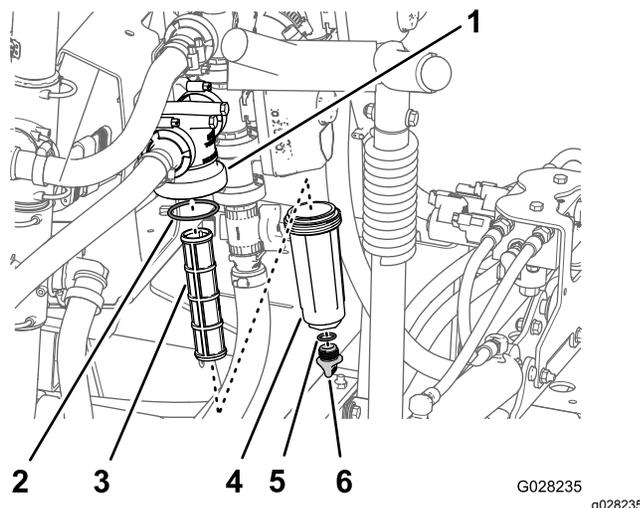

Figura 94
2. Coloque un recipiente de drenaje debajo del filtro de presión (Figura 94).
3. Gire el tapón de vaciado en sentido antihorario y retírelo de la cubeta del filtro de presión (Figura 94).
4. Enrosque la cubeta en sentido antihorario y retírela de la cabeza del filtro (Figura 94).
5. Retire el elemento usado del filtro de presión (Figura 94).
6. Inspeccione la junta tórica del tapón de vaciado (situada dentro de la cubeta) y la junta tórica de la cubeta (situada dentro de la cabeza del filtro) en busca de daños o desgaste (Figura 94).
7. Instale el elemento nuevo del filtro de presión en la cabeza del filtro (Figura 94).
8. Instale la cubeta en la cabeza del filtro, y apriétela a mano (Figura 94).
9. Instale el tapón en la cubeta, y apriételo a mano (Figura 94).